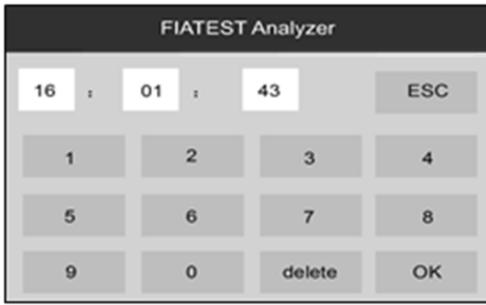
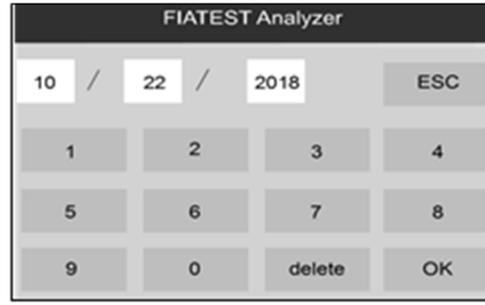

Fig. 21
Fig. 22
- b) A hora e a data podem ser alteradas, pressione a hora e/ou data e entre na interface conforme Fig. 21 ou Fig. 22 preencha as informações corretamente.